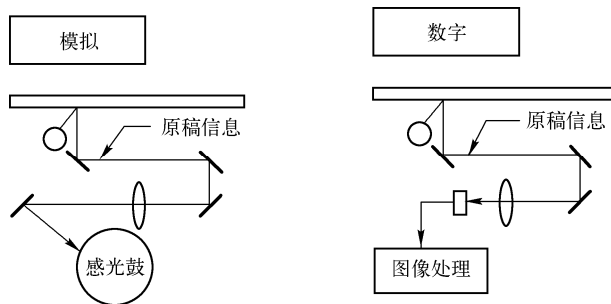

图 4-12 模拟、数码复印原理图
① 数据的传输。如图 4-12 所示，模拟：光源照射原稿，其反射光原封不动地通过镜头照射在感光鼓上。反射光的强度和原稿的浓度成比例，按反射光的强弱在感光鼓上形成电位。炭粉随着感光鼓上电位的高低成比例地被吸附在感光鼓上，通过转印和分离把原稿上的